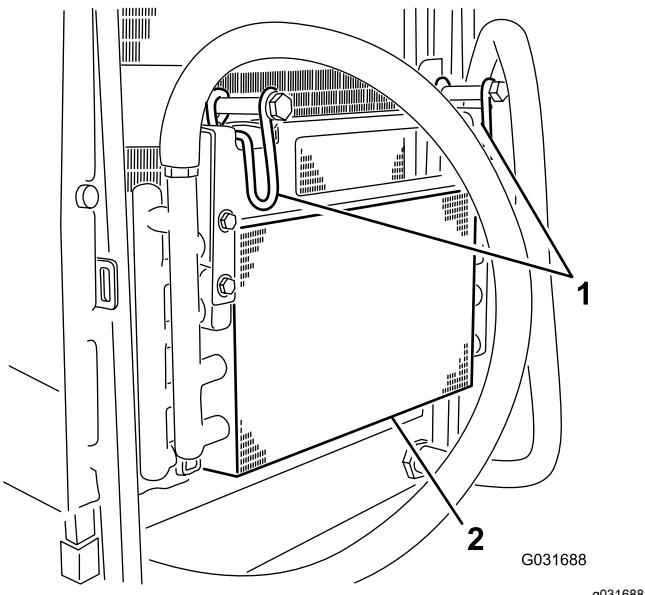

Bild 51
5. Drehen Sie die Riegel nach innen, um den Ölkühler zu lösen (Bild 51).